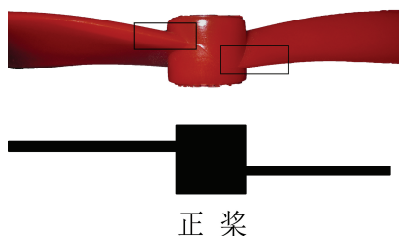
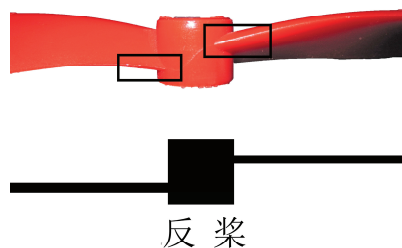
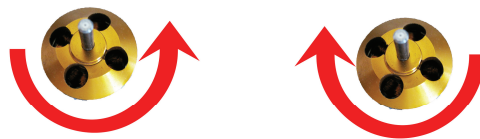

图 5.1 正桨辨别
图 5.2 反桨辨别
图 5.3 电机转动与对应桨片
- 确认电机旋转方向与桨片匹配。此项检查为的是，在螺旋桨转起来的时候为飞控提供的是向上的升力，而不是向下的压力。检查方式如图 5.1、图 5.2 和图 5.3 所示。
(1) 不要着急把桨安装到电机上。在没有进行发射机校准前需要进行调整，此时不能装桨。发射机校准，最主要的是微调中点校准和油门行程校准。这些内容在上一章中已经说明，此处不再赘述。
(2) 安装螺旋桨。对于不同的电机和桨片安装方式可能会有所不同，本部分只按照笔者使用的电机和桨片安装。安装方式如下：
- 选择安装的桨片。在飞行时电机带动桨片转动，桨片会与空气产生作用力，桨片就会获得反作用力，从而使飞行器起飞。但是由于电机的转动方向不同，这时，如果装错了桨片会使得飞行器获得相反的力。此时不但不能起飞反而会把飞行器搞坏，甚至伤到周边的人。选择方式如图 5.1、图 5.2 和图 5.3 所示。